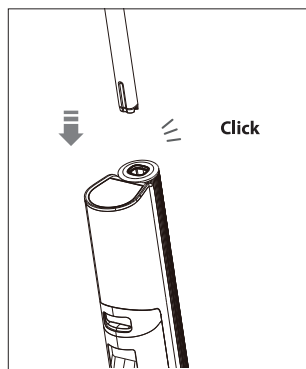

Abb. 4 – Griffmontage
- ▶ Schieben Sie den Griff bis zum Anschlag in den Gerätekörper, bis er hörbar einrastet. Der Griff muss fest im Gerät sitzen (**siehe Abb. 4**).